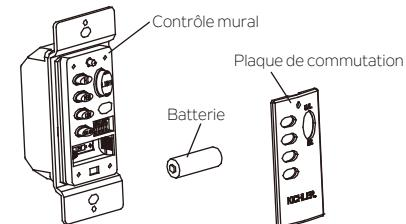

Fig. 14
Étape 3. Installer la batterie 23A 12V (inclus) avec le système de contrôle mural et s'assurer qu'elle est correctement installée. Remettre la plaque de commutation en place. (Fig. 14)